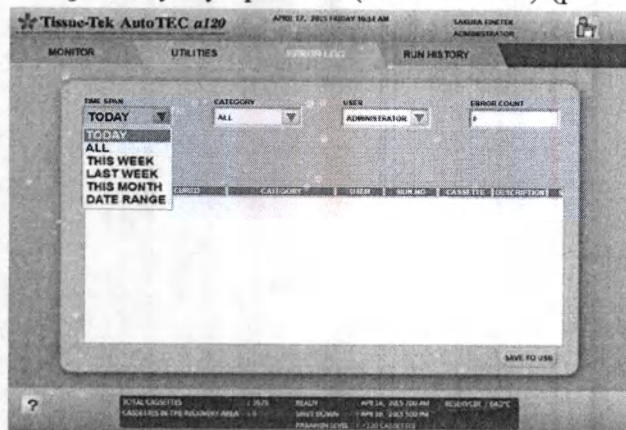

Рисунок 4CC
- Имеющиеся на сегодняшний день сообщения об ошибках могут быть отфильтрованы по промежутку времени (TIME SPAN) (рис. 4CC),